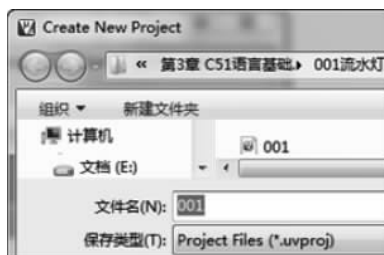

图 3-4 输入项目名称
(2) 单击 New μ Vision Project 命令, 弹出 Create New Project 窗口, 如图 3-4 所示。在该窗口中, 需在“文件名”文本框中输入新建项目的名字, 并选择需要保存的目录。